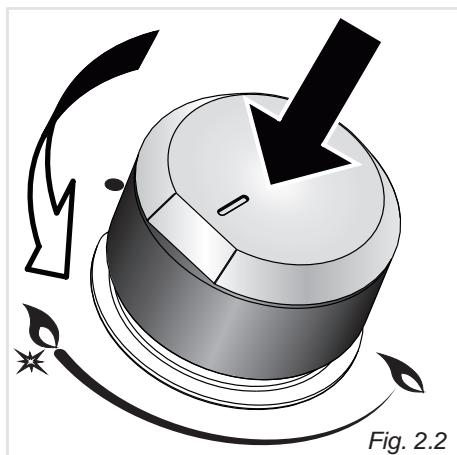

Fig. 2.2
1. Premere e ruotare la manopola corrispondente (fig. 2.2) fino alla posizione di portata massima “